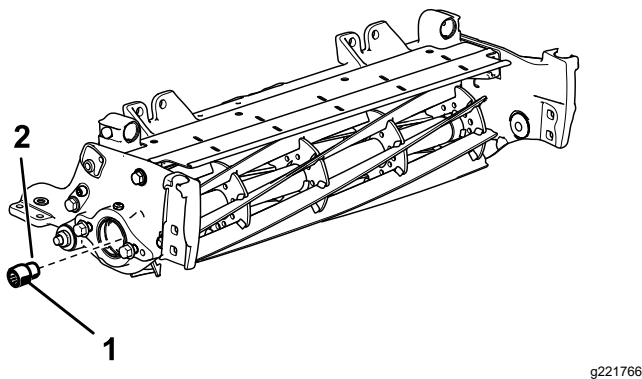

Bild 3
3. Entfernen Sie mit dem Werkzeug für die Spindeltriebswelle (TOR4112 für 12,7-cm-Spindeln und TOR4074 für 17,8-cm-Spindeln) den vorhandenen Keileinsatz von beiden Enden der Spindeltriebswelle. Siehe Bild 3.